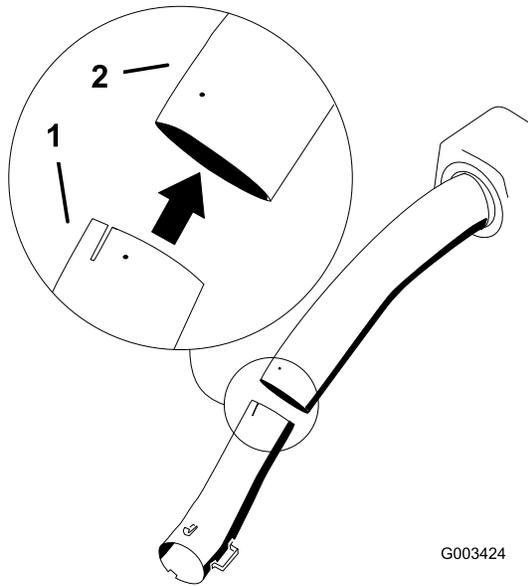

Figura 50
7. Instale el tubo inferior en el tubo superior (Figura 50).